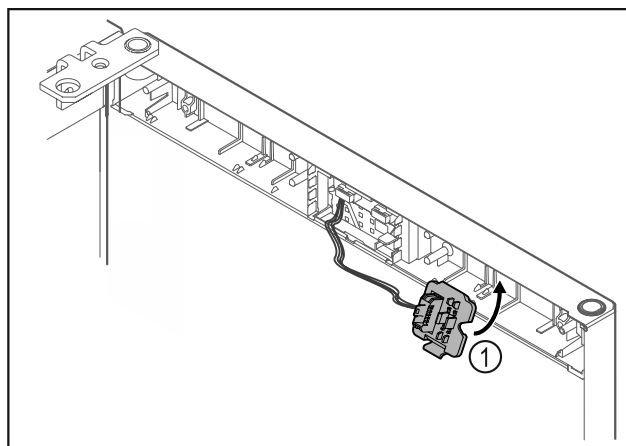

Fig. 21
- ▶ Sett pluggholderen Fig. 21 (1) fast på motsatt side.